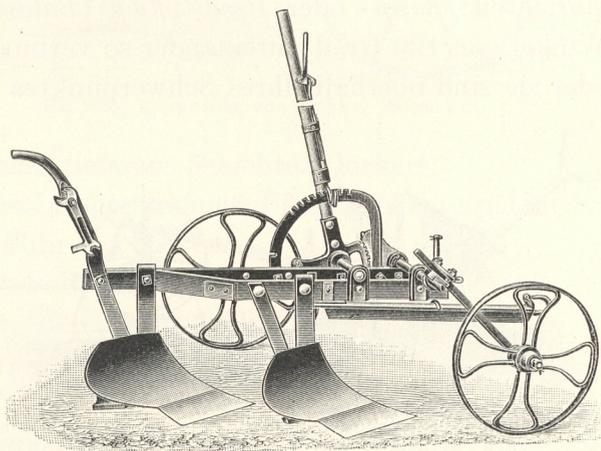
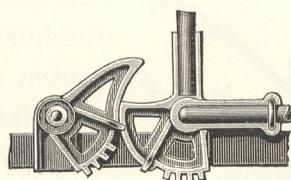
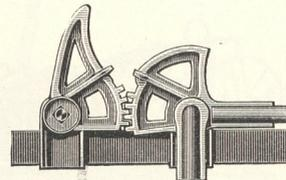

Fig. 759. Rekord-Zweifurchenpflug der Aktiengesellschaft H. Cegielski, Posen, in Arbeitsstellung.
Fig. 760.
Fig. 761.
*Mehrfurchenpflüge* dienen besonders zum Stoppelstürzen, zum flachen Schälen von Klee- und Grasnarben, zum Unterpflügen von Dünger und breitwürfiger Saat und für die Arbeiten auf Mooren, weil sie auch bei flacher Furche gut decken und in losem und queckigem Acker nicht stopfen. Sie werden viel angewendet, weil man mit ihnen an Menschen und Zugvieh spart. Es wird nur einer der Pflugkörper mit einer Sohle ausgerüstet, im übrigen aber der Pflug auf hohe Räder gestellt. Die Verstellbarkeit der beiden Räder erfolgt verschieden. Bei den Pflügen der Aktiengesellschaft Cegielski in Posen (Fig. 759) schwingen, solange die verzahnten Teile (s. Fig. 760 u. 761) in Eingriff stehen, beide Räder. Beim weiteren Vorwärtsdrücken des Hebels kommen die unverzahnten Teile zusammen; dann bleibt das Furchenrad stehen, und nur das Landrad wird für die gewünschte Tiefe gehoben. Die weitere Regulierung bis zur Senkrechtstellung beider Pflugkörper geschieht dann durch Verschiebung der Stellstange des Furchenrades. Bei den meisten Mehrfurchenpflügen ist der Ausschlag differential, d. h. das Furchenrad schlägt für die Arbeit nach vorwärts aus und das Landrad nach rückwärts, so daß eine sichere und feste Führung bei jeder Tiefe in allen, auch schweren und bindigen Böden stattfindet. Die Tiefenregulierung findet an einem Zahnbügel statt (s. Fig. 762),
Fig. 760 und 761. Räderverstellung des Rekord-Zweifurchenpflugs. (Fig. 760. Stellung bei der Arbeit. Fig. 761. Stellung zum Transport.)